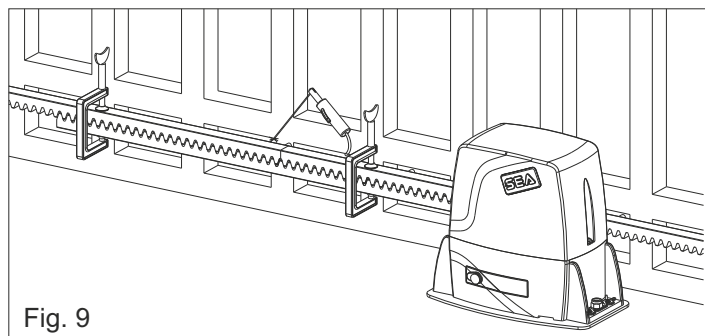

Fig. 9
- 5.4.** Comprobar que todos los elementos de la cremallera estén perfectamente alineados y colocados correctamente (dentado en fase). Es aconsejable oponer un tercer elemento a dos elementos sucesivos como se indica en la Fig. 9;